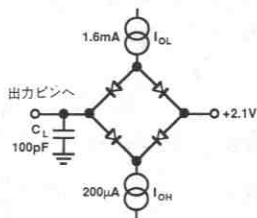

図1. アクセス時間および
- 図1~5を参照。
- t_4 と t_{13} は図1の負荷回路で測定され、出力が0.8Vまたは2.4Vに達するまでに必要な時間として定義されています。
- t_8 、 t_{10} 、 t_{15} 、 t_{16} は図1の負荷回路でデータ出力が0.5V変化するまでに必要な時間として計測されています。測定で得られた値は100pFのコンデンサの充放電の影響を取り除くために外挿されます。したがってこのタイミング特性表に表示されているタイミングはこのデバイスの真のバス解放時間であり、外部バスの負荷容量とは無関係です。